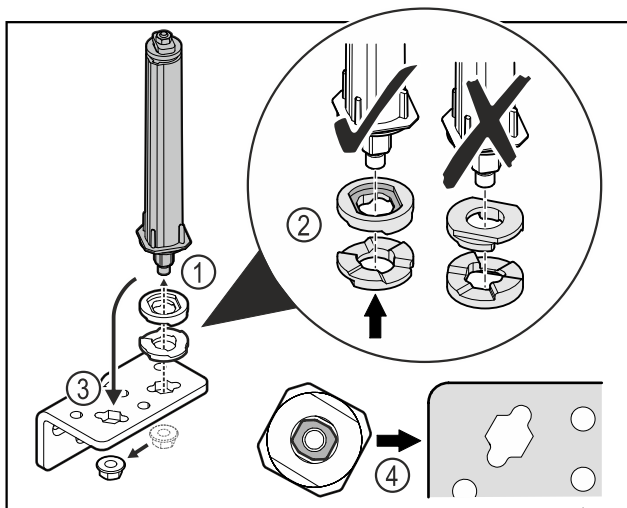

Fig. 37
- Soltar la tuerca y retirar el sistema de cierre de la puerta Fig. 37 (1).
- Tener en cuenta la orientación correcta de las arandelas de ajuste de altura Fig. 37 (2).
- Cambiar la posición del sistema de cierre de la puerta en la escuadra de bisagra y fijar con la tuerca Fig. 37 (3).
- Tener en cuenta la orientación correcta del sistema de cierre de la puerta al insertarlo Fig. 37 (4).